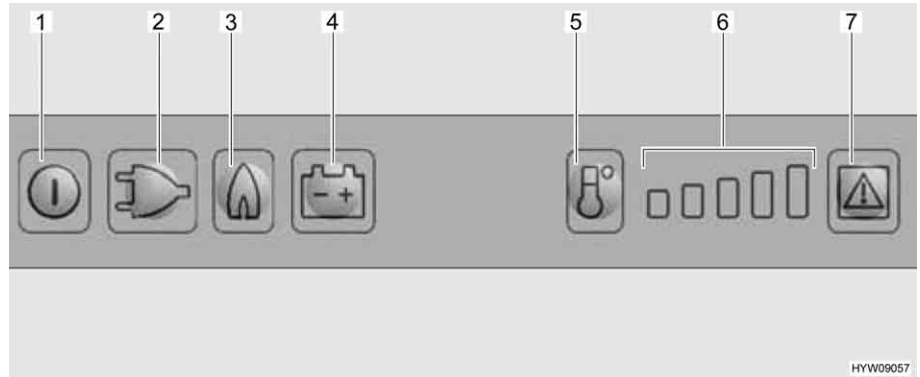

Bild 194 Reglage, knappar för kylskåpet
- Tryck på på/av-knappen (Bild 194,1) i cirka 2 sekunder. Kylskåpet slår på sig. Knappen för senast valda driftläge tänds.
- Tryck eventuellt på knappen för driftläge "Gas" (Bild 194,3). Knappen tänds. Nu är gastillförseln öppen. Tändning sker automatiskt. Ett tickande ljud hörs tills tändningsproceduren är klar.
- Ställ in kyltemperaturen med knappen temperaturstegsval (Bild 194,5).
- Tryck eventuellt på knappen för driftläge "230 V" (Bild 194,2). Knappen tänds.
- Slå på 12 V-drift:* ■ Tryck på på/av-knappen (Bild 194,1) i cirka 2 sekunder. Kylskåpet slår på sig. Knappen för senast valda driftläge tänds.
- Tryck eventuellt på knappen för driftläge "12 V" (Bild 194,4). Knappen tänds.